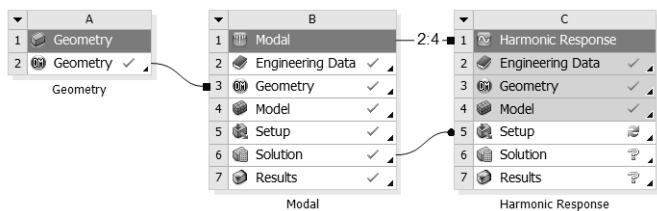

图 7-44 工程数据共享
Step2：如图 7-44 所示，项目 B 的所有前处理数据已经全部导入项目 C 中，此时如果双击项目 C 中的 C5 Setup 选项即可直接进入 Mechanical 界面。